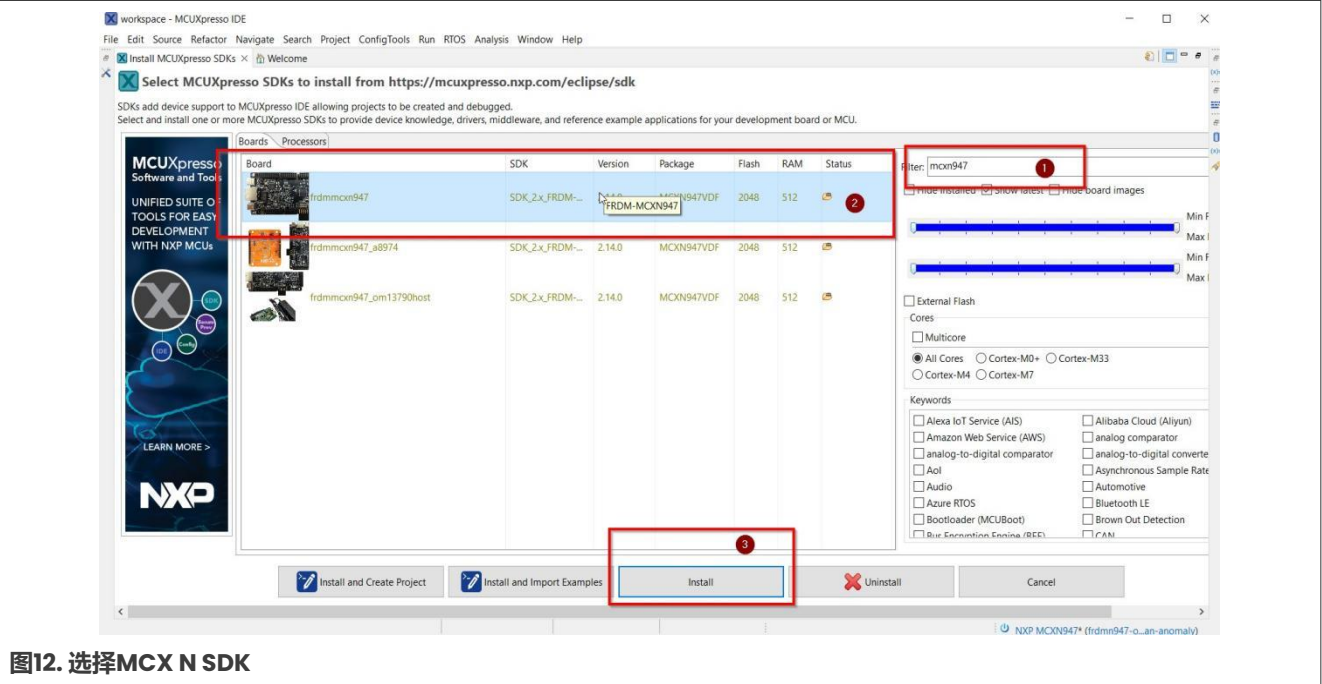

图12. 选择MCX N SDK
2. 在“筛选”文本框中输入“MCXN947”，然后选择MCX N SDK，如图12所示。